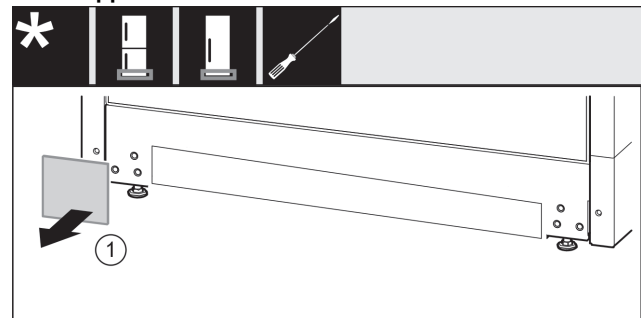

Fig. 11
- ▶ Afdekking verwijderen. Fig. 11 (1)